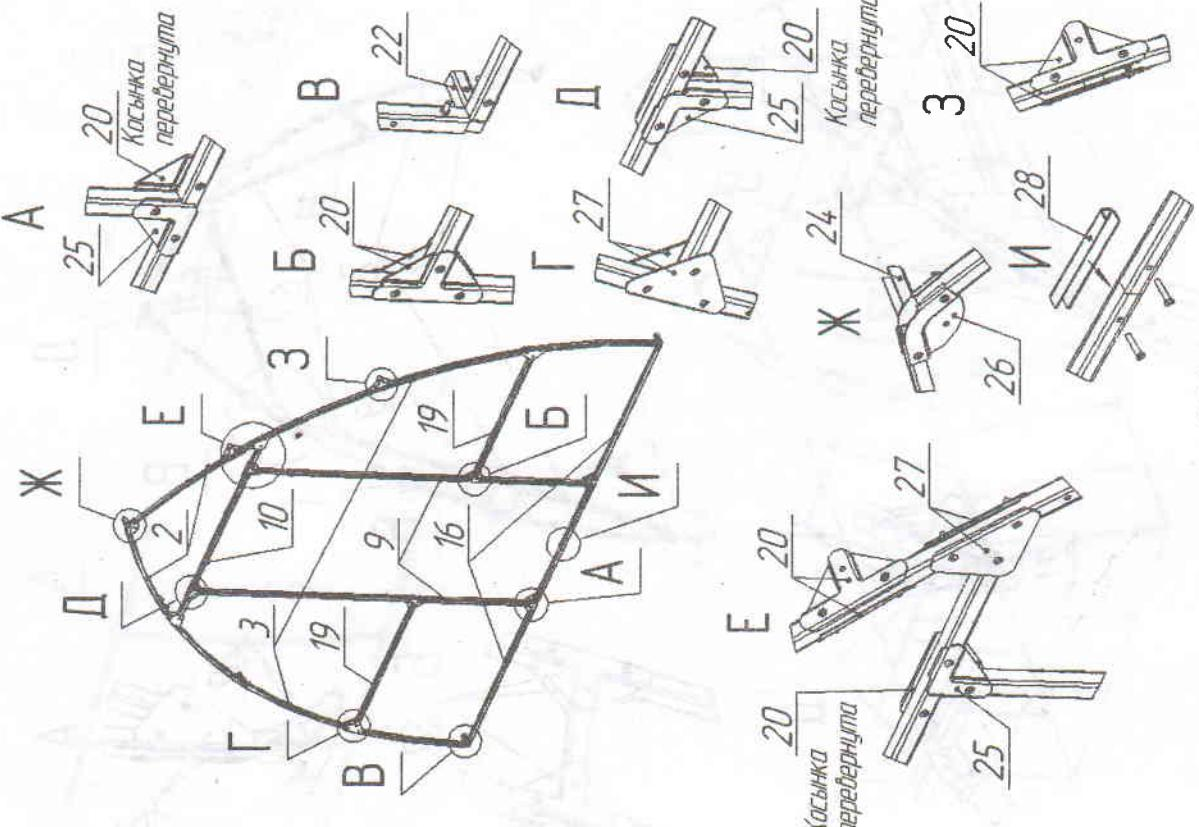

Рис. 1
6.1 Сборку каркаса следует начинать со сборки торцов (рис. 1). Каркас теплицы собирается при помощи винтов M4x35, винты M4x30 предназначены для навески дверей, фортонек, винты 4x40 предназначены для установки задвижек с ручками.